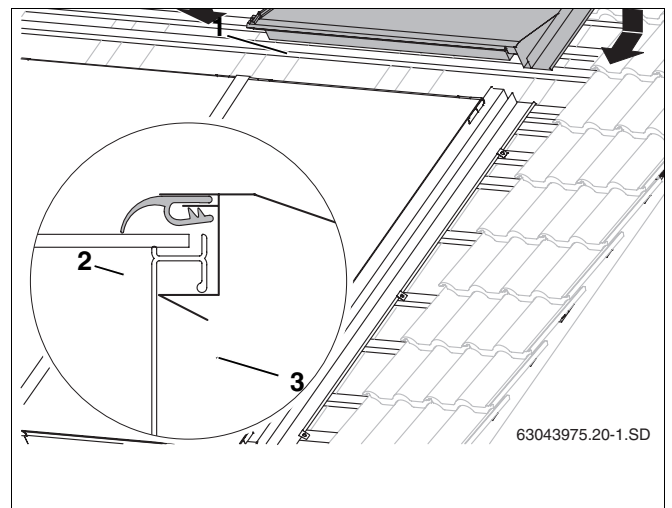

Fig. 56 Chapa de cobertura superior direita
- ▶ Introduzir a chapa de cobertura superior direita (fig. 56, **item 1**) na chapa de cobertura lateral direita.
- ▶ A chapa encaixa por meio de pressão, em cima na chapa de cobertura, por baixo da pega da moldura do colector (fig. 56, **item 3**).
- ▶ Colocar o ressalto de borracha (fig. 56, **item 2**) em cima sobre o colector e puxar à frente.
- ▶ A chapa encaixa, por meio de pressão em cima na chapa de cobertura, por baixo da pega da moldura do colector (fig. 56, **item 3**).